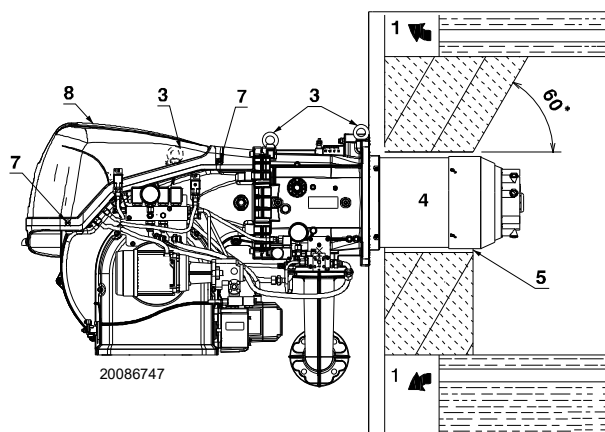

Рис. 15
В котлах с передним оборотом дымовых газов 1) Рис. 15 или в двухходовых котлах защитите огнеупорным материалом 5) зону между огнеупорной частью котла 2) и жаровой трубой 4).
Для котлов с водоохлаждаемой передней стенкой облицовка огнеупорным материалом 2)-5) (Рис. 15) необязательна, если это не требуется заводом-изготовителем.
Предусмотрите соответствующую систему подъема посредством сцепления с кольцами 3) (Рис. 15) после снятия крепежных винтов 7) кожуха 8).
- Вставьте термозащиту из комплекта на жаровую трубу 4) (Рис. 15).